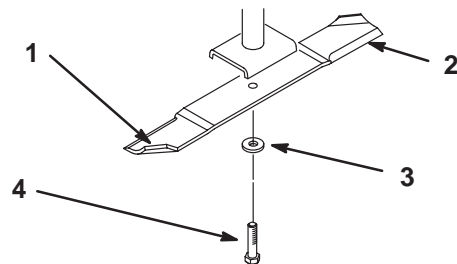
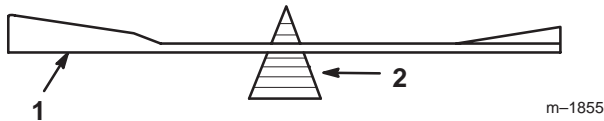

Figure 28
Figure 30
Tenez la lame à son extrémité avec un chiffon ou un gant épais. Retirez le boulon, la rondelle élastique et la lame de l'axe de la lame (Fig. 28).
2. Vérifiez l'équilibre de la lame en la plaçant sur un équilibreur (Fig. 30). Si la lame reste horizontale, elle est équilibrée et peut être utilisée. Si la lame est déséquilibrée, limez un peu l'extrémité de la partie incurvée seulement (Fig. 28). Répétez la procédure jusqu'à ce que la lame soit équilibrée.
1. Placez la lame sur l'axe (Fig. 28).
2. Installez la rondelle plate, la rondelle-frein et le boulon de fixation de la lame (Fig. 28). Serrez le boulon de lame à 115–150 Nm.